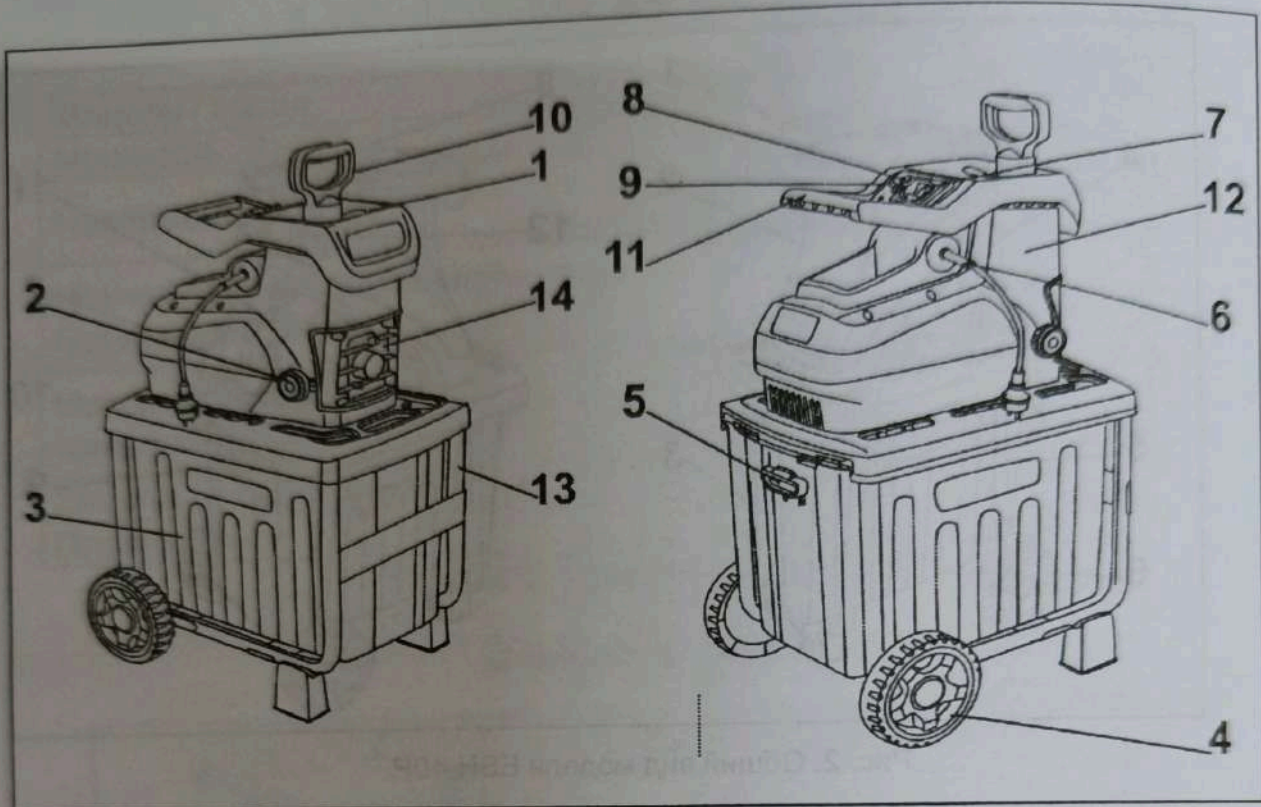
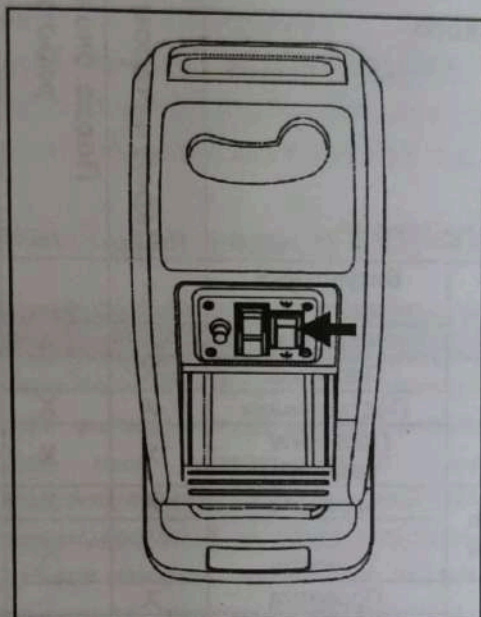

Рис. 3. Общий вид модели ESH-45PS
Рис. 13. Кнопка обратного вращения режущей шестерни (на примере ESH-45PS)
3. Вращением ручки 2 (рис. 3) регулировки степени измельчения против часовой стрелки установите максимальный зазор (для модели ESH-45PS).
Для модели ESH-45PS, в зависимости от типа перерабатываемых отходов, установите необходимую степень измельчения. Вращение ручки 2 (рис.3) по часовой стрелке уменьшает зазор между плитой и режущей шестерней, и, соответственно, уменьшает грубость перемалывания мульчи. При этом следите, чтобы регулировочная плита не касалась режущей шестерни.
Для модели ESH-45PS корпус для прочистки от опилок не открывается. В случае засорения используйте функцию обратного вращения режущей шестерни (рис. 13), а также ручку 2 (рис. 3) регулировки степени измельчения (выкрутить ручку в крайнее положение против часовой стрелки).